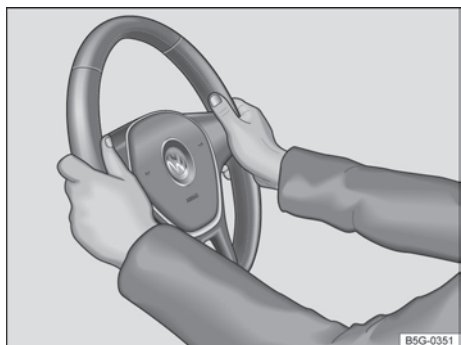

Fig. 65 No volante: posição 9 e 3 horas.
- Ajustar o volante de forma que possa ser segurado lateralmente com ambas as mãos e braços ligeiramente arqueados na borda externa na *posição das 9h e 3h* → Fig. 65.
- Durante a condução, sempre segurar o volante com ambas as mãos lateralmente na borda externa na *posição das 9h e 3h* → Fig. 65 para reduzir ferimentos causados pelo acionamento do airbag frontal do condutor.